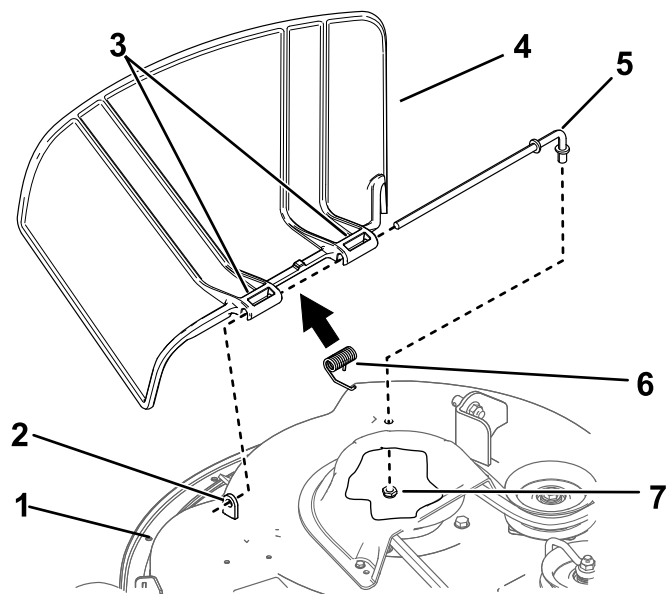

Figura 68
1. Retire la tuerca ($\frac{3}{8}$ ") de la varilla (debajo del cortacésped) (Figura 68).
2. Retire la varilla del espaciador corto, del muelle y del deflector de hierba (Figura 68).
4. Instale el deflector de hierba nuevo (Figura 68).
7. Deslice la varilla por el segundo pivote del deflector de hierba (Figura 68).
9. Sujete el extremo trasero de la varilla al cortacésped con una tuerca ($\frac{3}{8}$ "), según se muestra en Figura 68.